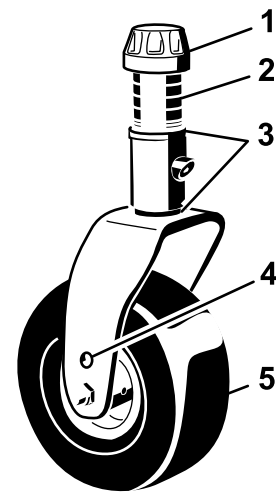

図 138
1. キャスタスピンドルシャフトからテンショニングキャップを外し、キャストアームからスピンドルを抜き出す 図 138。
テンショニングキャップとキャストフォークを外す 図 138。